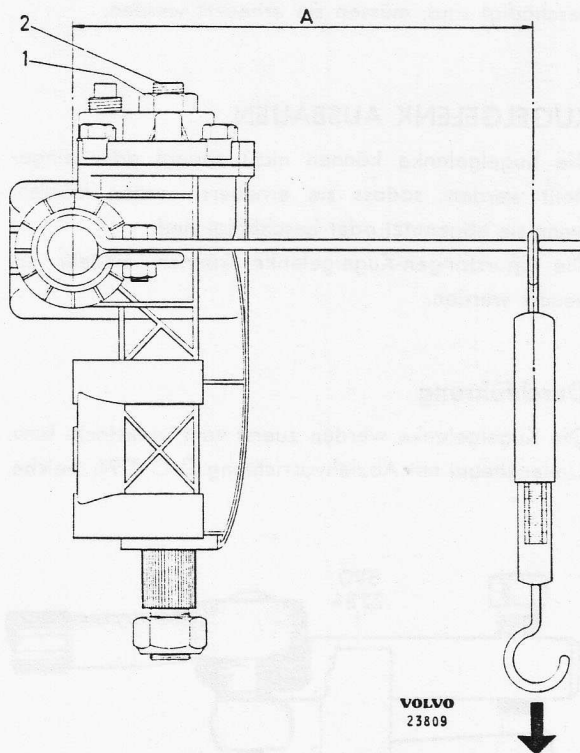

Bild 6-29. Einstellung der Lenkrolle prüfen
8. Lenkrad in Mittelstellung drehen. Einstellschraube soweit einschrauben, dass ein spürbarer Widerstand fühlbar ist, wenn das Lenkrad nach beiden Richtungen gedreht wird. Eine Federwaage in einem Abstand von 210 mm von Mittellinie Lenkspindel mittels Hebel an der Lenkspindel befestigen, siehe Bild 6-29. Einstellschraube soweit zurückdrehen, dass die Belastung in der Mittelstellung 0,4—0,7 kg beträgt, wenn die Lenkspindel mit der Federwaage gedreht wird. Die drehende Bewegung soll im rechten Winkel zur Lenkspindel durchgeführt werden. Wenn die oben angegebene Belastung erreicht ist, Einstellschraube mit der Kontermutter sichern. Die Überprüfung nach dem Sichern wiederholen.